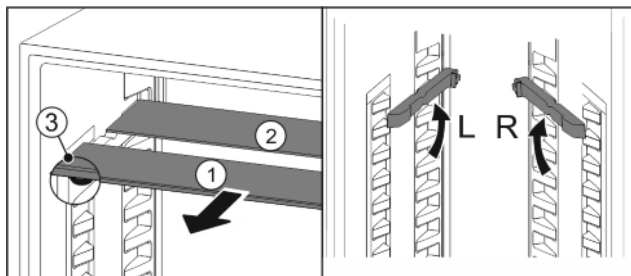

Fig. 23
- ▶ Skleněné desky jednotlivě vytáhněte dopředu Fig. 23 (1).
- ▷ Skleněná deska Fig. 23 (1) se zářáčkami leží vpředu.
- ▷ Zarážky směřují dolů Fig. 23 (3).